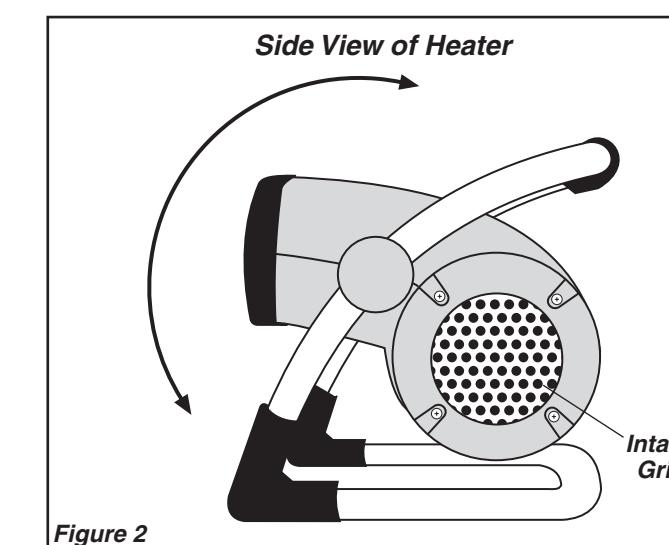

Figure 2
7. Déplacer le **bouton de puissance** au réglage de chaleur désiré. Chaleur élevée (1500 W) est représenté par le (2) et chaleur faible (900W) par le (1).
9. Pour ajuster l'angle du débit d'air de la chaufferette, pivoter le châssis de la chaufferette vers l'avant ou vers l'arrière pour la position désirée. (Figure 2)
11. Pour débrancher la chaufferette, tourner le **bouton de puissance** à la position "Eteinte" (0), puis débrancher la fiche de la prise de courant.
7. Move the **Power Knob** to the desired heat setting. High Heat (1500W) is represented by the (2) and Low Heat (900W) by the (1).
9. To adjust the angle of the Heater air flow, rotate the Heater body forward or backward to the desired position. (**Figure 2**)
11. To disconnect Heater, turn **Power Knob** to the "OFF" position (0), then remove plug from outlet.